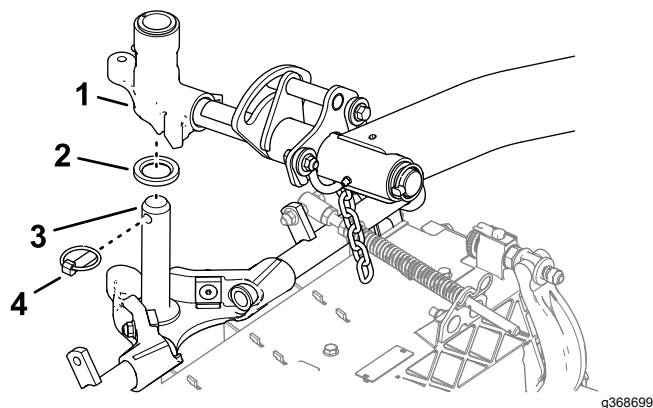

Figura 16
1. Deslice una unidad de corte debajo del brazo de elevación (Figura 16).